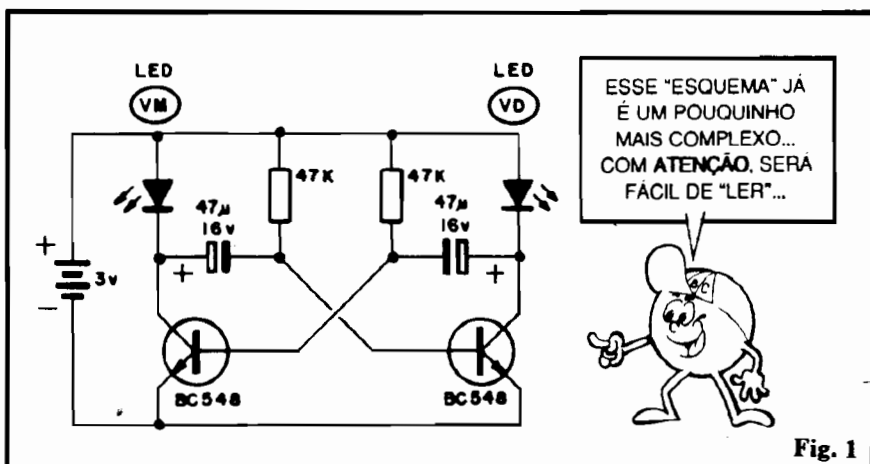
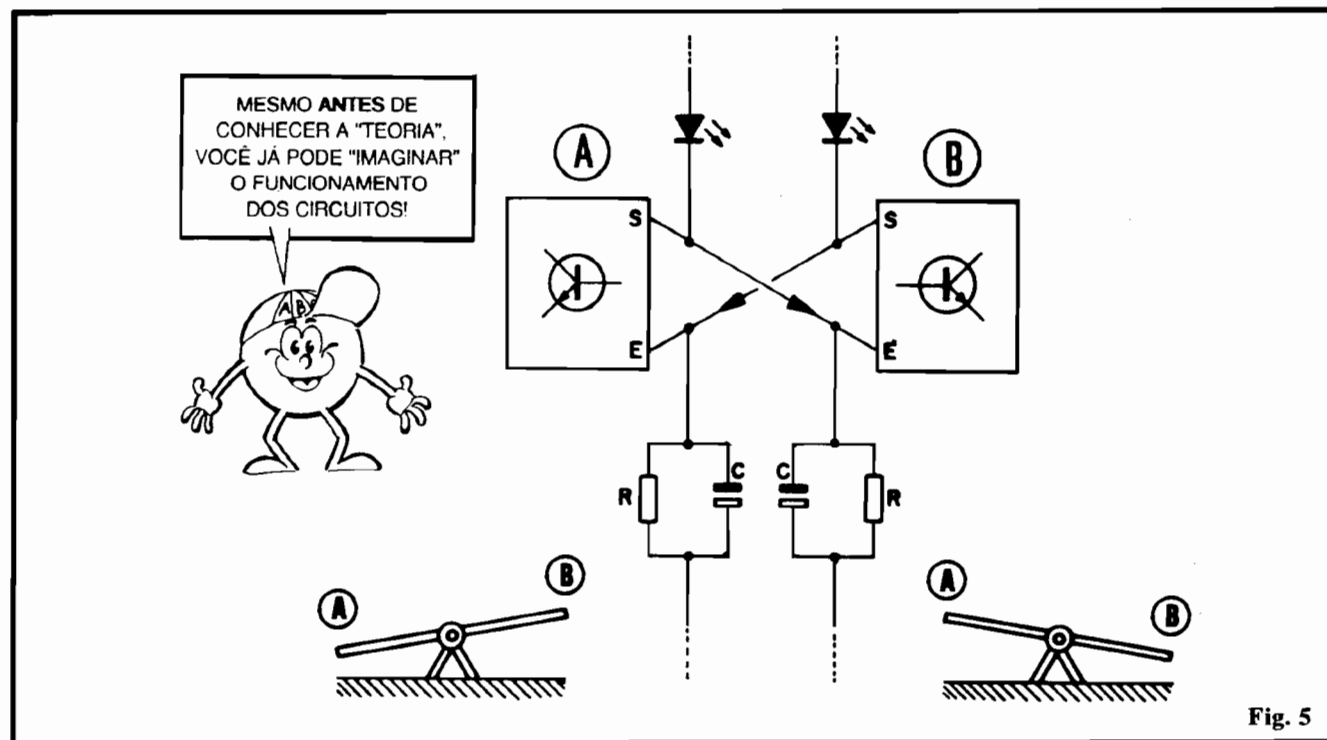

Fig. 1
Fig. 5
- FIG. 1 - Esquema do circuito do PISCA-PISCA ALTERNADO BICOLOR. Os componentes são poucos, porém a montagem já se mostra um pouquinho mais complexa do que a anteriormente mostrada. O Leitor/Aluno deve, desde esse seu início de aprendizado, procurar **entender** e familiarizar-se com a "leitura" e interpretação dos esquemas e diagramas. Para tanto, deverá observar sempre com atenção (procurando também decorar...) a simbologia adotada para representar os componentes e interligações. Comparar a aparência e o símbolo de cada componente, bem como relacionar visualmente o esquema com o chapeado, é o melhor e mais eficiente exercício para essa assimilação e memorização...
- **FIG. 5** - Basicamente o circuito pode ser dividido em duas "metades" rigorosamente iguais e simétricas (ver fig. 1 também. )., cada uma contendo um transistor, um LED, um resistor e um capacitor eletrolítico. Cada um desses dois
blocos (A e B, na fig. 5) é, tecnicamente, um pequeno amplificador transistorizado, dotado de uma **entrada (E)** e uma **saída (S)**. Cada saída aciona um LED. As entradas têm suas condições elétricas dimensionadas pelos resistores e capacitores, no que se convencionou chamar de "rede RC de temporização". Outro fator interessante (fig. 5) é que os dois amplificadores apresentam-se em ligação "cruzada" (a **Entrada** de um ligada a **Saída** do outro e vice-versa...), estabelecendo o que chamamos de **realimentação** (objeto de estudos futuros no nosso "Curso"...). Esse arranjo recebe o nome técnico de MULTIVIBRADOR ASTÁVEL, ou FLIP-FLOP e simula, eletricamente, o funcionamento de uma gangorra! Isso mesmo: uma vez aplicada energia ao circuito, ele **oscila** ("A" sobe, "B" desce, "A" desce, "B" sobe, e assim indefinidamente...) num ritmo próprio e constante. Na gangorra, a energia é fornecida pelos impulsos dados pelas pernas dos "gangorristas", no circuito é o conjunto de pilhas que fornece a energia. Na gangorra, a velocidade do "sobe-desce" é determinada pelo ritmo com o que os "gangorristas" brincam ( e é função também do comprimento